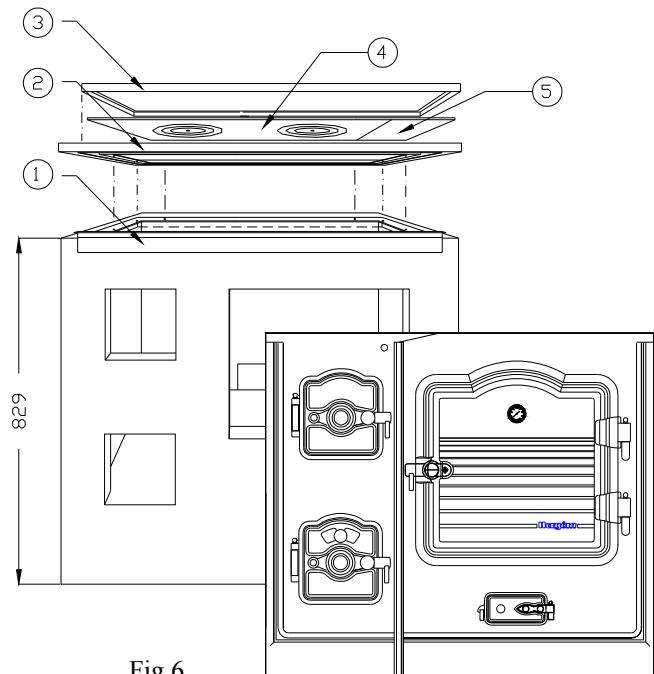

Fig.6
Coloque el **protector bajo encimera** de hierro fundido (4) sobre el marco (2), asegurándose de que quede centrado. Instale los dos juegos de arandelas en su posición. El suplemento derecho (5) (Fig.6), sólo lo llevan los Mod. Nº8 y Nº9). EL PROTECTOR BAJO ENCIMERA NUNCA DEBE PEGARSE, ÚNICAMENTE POSARLO.